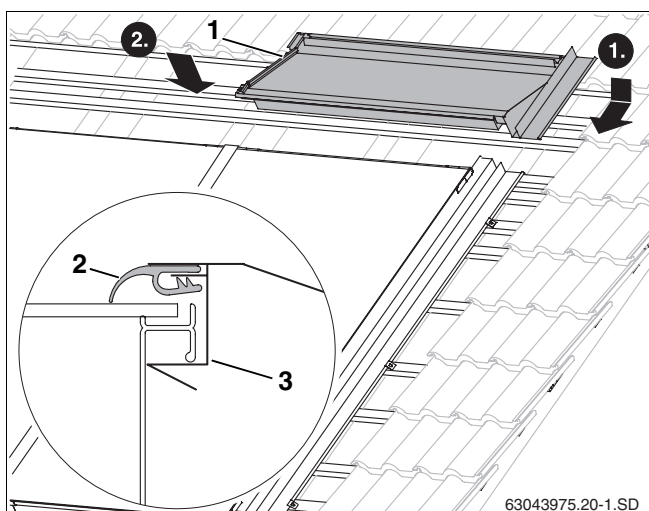

Fig. 56 Chapa protectora superior derecha
- ▶ Introduzca la chapa protectora superior derecha (fig. 56, **pos. 1**) en la chapa protectora lateral derecha.
- ▶ Haciendo presión en la parte superior de la chapa protectora, encaja por debajo de la empuñadura del marco del colector (fig. 56, **pos. 3**).
- ▶ Coloque la tira de goma del colector de escape (fig. 56, **pos. 2**) en la parte superior del mismo y tire de ella hacia adelante.